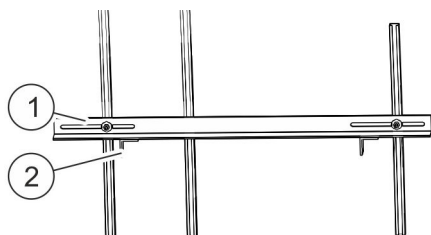

Abb. 32: Oberes Befestigungsteil
- 4. ➔ Verbindungs-laschen für Seilrollenbefestigung mit je einer Sechskantschraube von den Außenseiten des Befestigungs-teils aus (Abb. 32/2) leicht anschrauben.